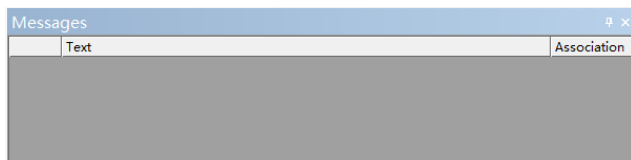

图 5-10 典型的信息窗口
(4) 信息窗口 (Messages Window) 信息窗口提供了 3 种类型的信息 (错误、警告和信息) 显示, 在操作中有重要的提示作用。典型的信息窗口如图 5-10 所示。